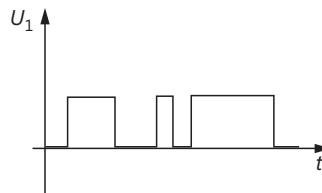

Bild 4.57
19. Die Spannung  $U_1$  in Bild 4.57 soll differenziert werden. Skizzieren Sie in einem Diagramm den Verlauf der differenzierten Spannung  $U_2$ .